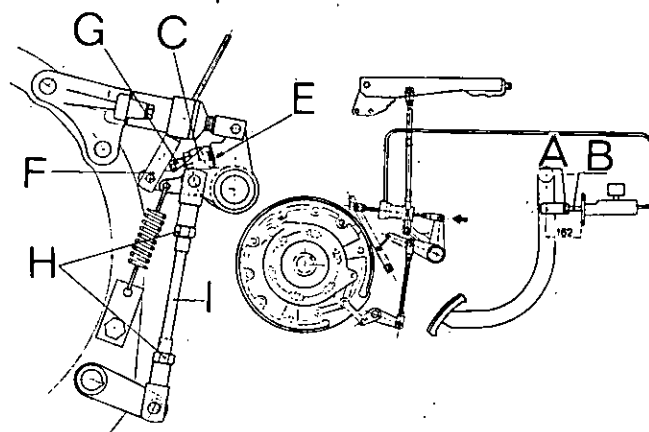

Fig. 177 - Assieme dei comandi a trasmissione idraulica per Trattorice **BUFFALO 130**.
- Spingere il martinetto nel senso indicato dalla freccia (vedi fig. 177).